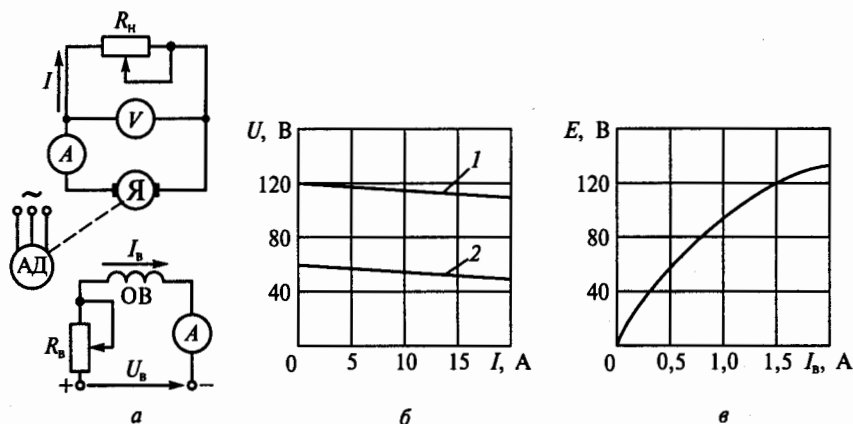

Рис. 243
**10.36.Р.** Каковы ток возбуждения  $I_{\text{в}}$ , сопротивление якоря генератора  $R_{\text{я}}$  и сопротивление нагрузки  $R_{\text{н}}$  при работе генератора (рис. 243, а) на внешних характеристиках 1 и 2 (рис. 243, б), если в обоих случаях ток нагрузки  $I = 20 \text{ А}$ ? При этом допустить, что скорость генератора не зависит от нагрузки. Характеристика холостого хода генератора приведена на рис. 243, в. (Указать неправильный ответ.)